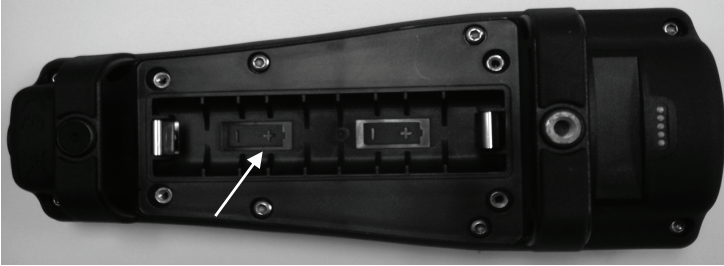

Figure 1, Pro20 avec le couvercle des piles retiré. Notez les symboles de piles indiquant les polarités.
- 4) Installez les nouvelles piles, en veillant à respecter leur polarité (Figure 1).